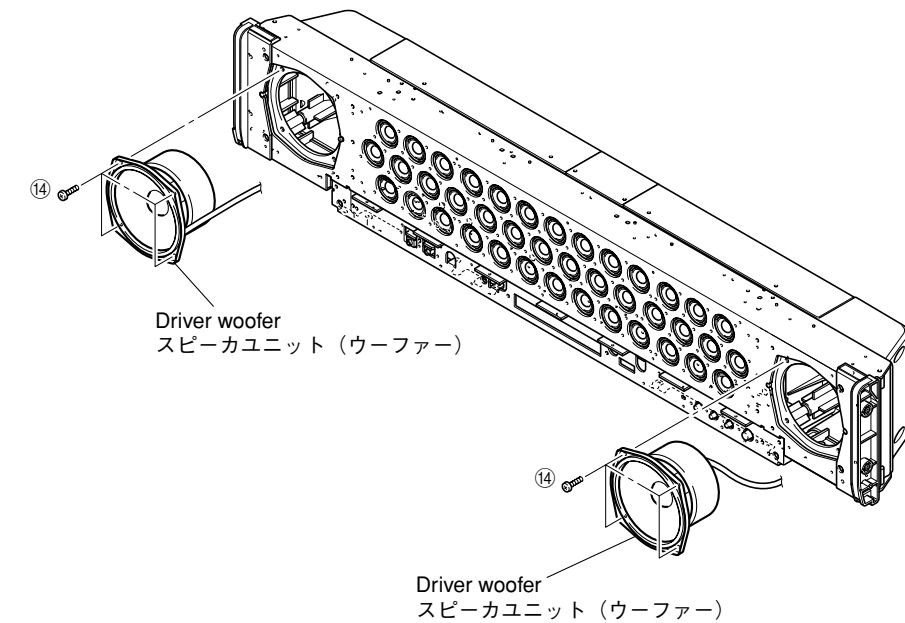

Fig. 3
- a. Remove 4 screws/piece (14). (Fig. 3)
- b. Remove driver woofer. (Fig. 3)
- a. ⑭のネジ4本/個を外します。(Fig. 3)
- b. スピーカユニット(ウーファー)を外します。(Fig. 3)